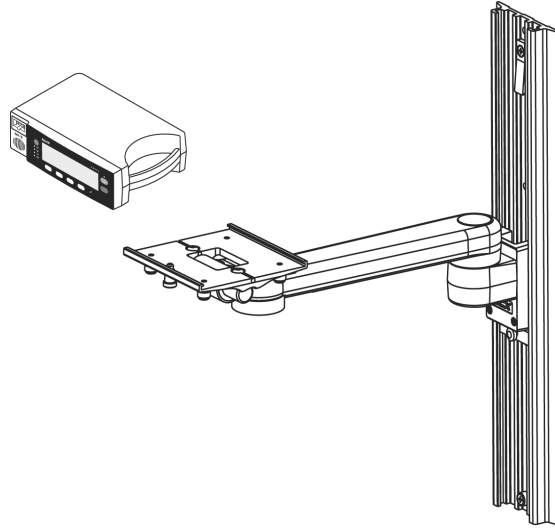

图 8：GCX 垂直墙架臂
- GCX 垂直墙架臂。请参阅图 8 第 121 页。
如图 8 所示，将垂直墙架臂与 N-600x GCX 安装板相接。有关连接垂直墙架臂的进一步说明，请参阅垂直墙架臂附带的图解使用说明。